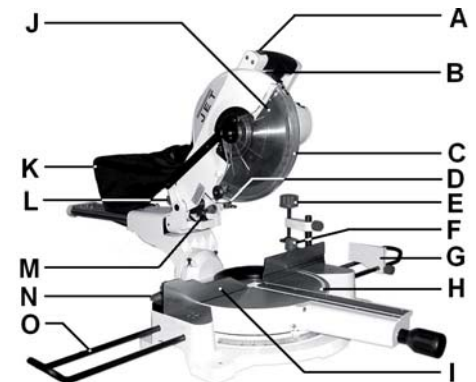

Рис. 1
- Пилка вмикається натисканням вимикача на рукоятці (В, Рис. 1): як тільки вимикач опускається відбувається зупинка пилки.
- Пилка вмикається натисканням на вимикач на внутрішньому боці рукоятки (В, Рис. 1).
- Завжди використовуйте затиск для заготовки (Е, Рис. 1).
- Обидві затисні рукоятки (F, Рис. 1) позаду упору для заготовки повинні бути послаблені.